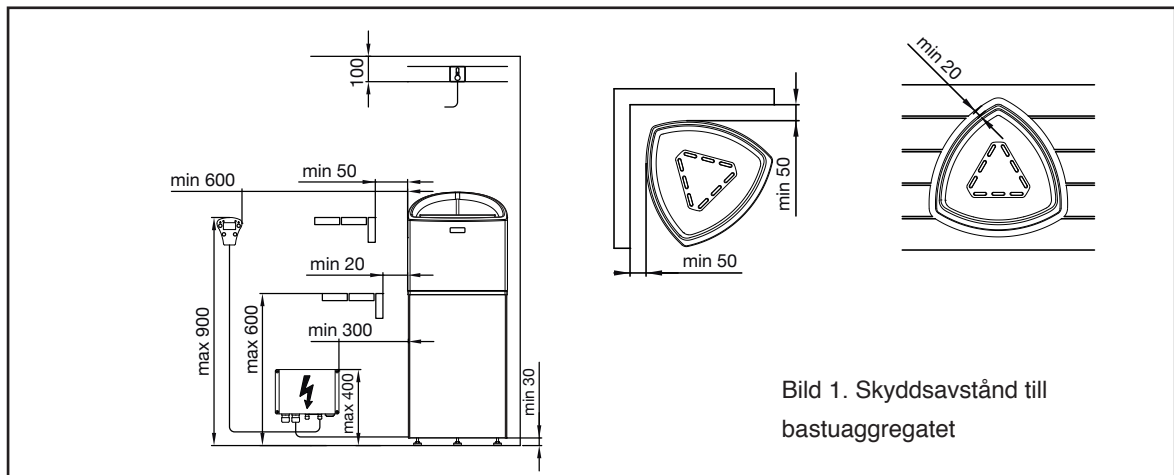

Bild 1. Skyddsavstånd till bastuaggregatet
- Installera temperatursensorn på väggen ovanför bastuaggregatet, så att den befinner sig 100mm nedanför taket. (se Fig. 1)
- Styrenhetens installationshöjd i bastun är max. 90 cm och min. 60 cm vid bastuaggregatets sidor (Se bild 1).